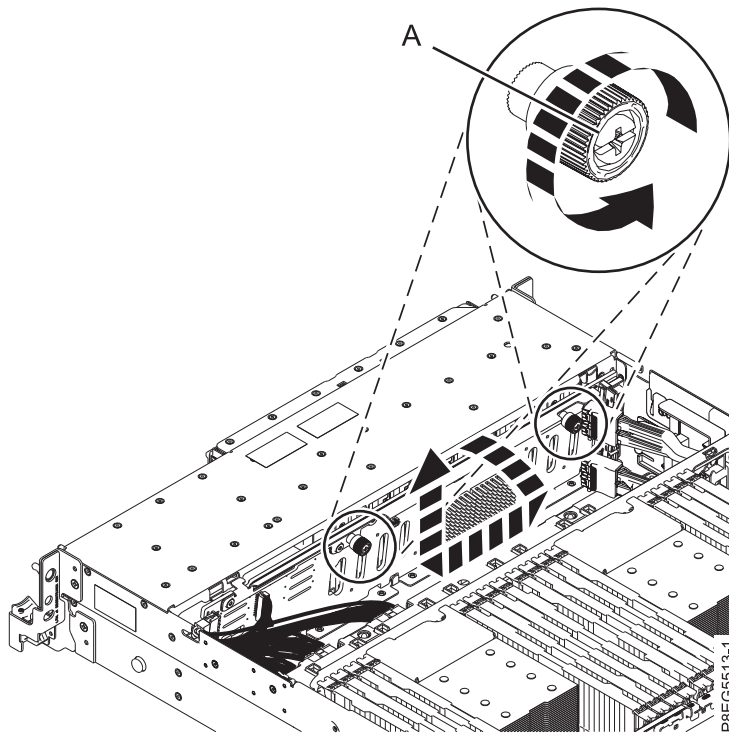

Figura 16. Cómo desencajar la placa posterior de la unidad de disco
6. Desatornille con cuidado cada uno de los tornillos cautivos de placa posterior de la unidad de disco (**A**) y extráigalos, como se muestra en la Figura 16.